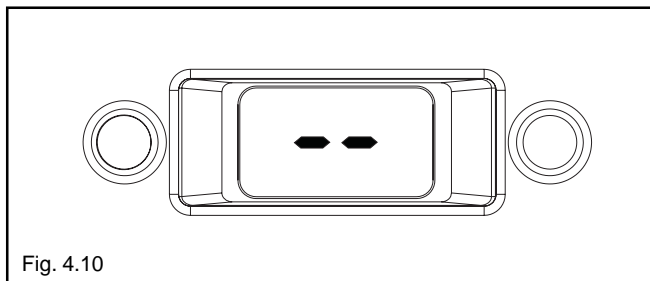

Fig. 4.10
In condizioni normali, quando il selettore di funzione è posizionato su "☺", il visualizzatore digit indica "- -" (fig. 4.10) a meno che sia in corso la fase di antigelo (AF) oppure venga attivata la funzione analisi combustione (CO).
Il display digitale si presenta come in fig. 4.10.